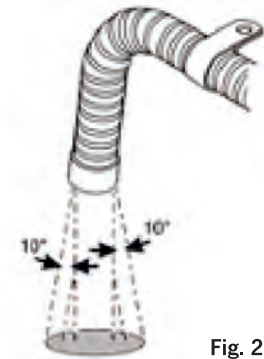

Fig. 27
- Lassen Sie das Abgasrohr lotrecht zur Fahrbahnoberfläche enden Fig. 27 ($90^\circ \pm 10^\circ$).